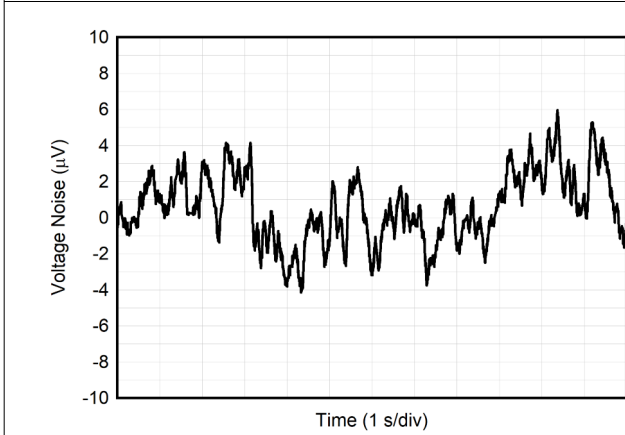

图 7-27. 0.1-Hz to 10-Hz RTI Voltage Noise
0.1-Hz to 10-Hz RTI Voltage Noise	Figure 7-27